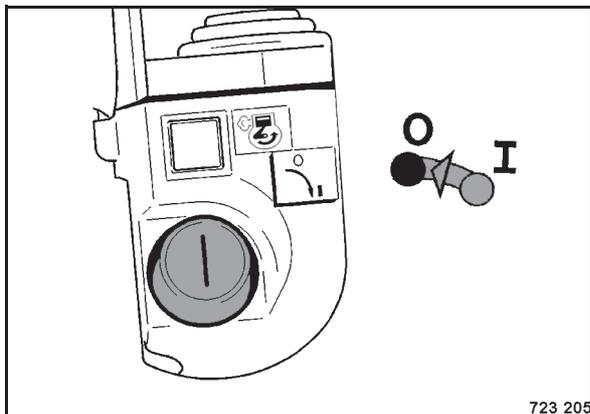

Bild 82
- Zündschlüssel (Bild 82) in Stellung „0“ drehen. Sender und Dieselmotor werden nach zwei Sekunden abgeschaltet, die grüne Kontrolllampe auf dem Sender erlischt.